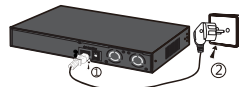

Рисунок 1.2.2 Схема подключения питания
1. Проверьте, соответствует ли источник питания обозначенным требованиям; 2. Встроенный адаптер питания не требуется, коммутатор можно напрямую подключить к сети переменного тока 100~240 В и 50~60 Гц; см. рис. 1.2.2.